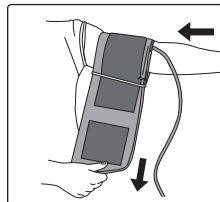

Fig. 3
5. Inserte el brazo izquierdo en el cilindro creado por el brazalete. Posicione la marca Φ sobre la arteria principal, del lado interno del brazo, Fig. 3,4.